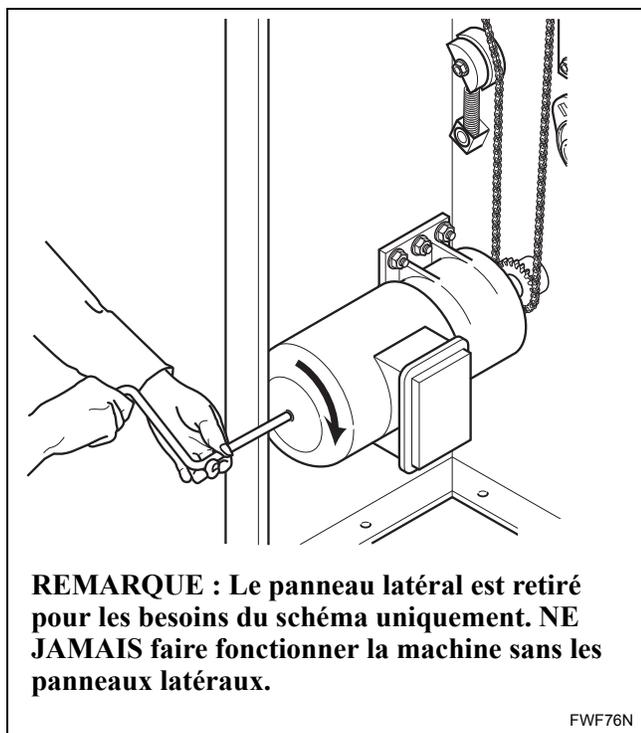

Figure 22
2. Tourner la manivelle dans le sens des aiguilles d'une montre pour faire tourner le cylindre. Se reporter à la *Figure 22*.